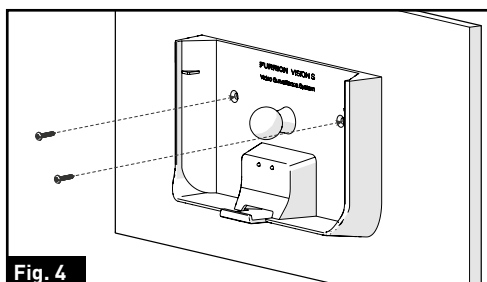

Fig. 4
- Fixez le support de montage sur la paroi du véhicule à l'aide des 2 vis autotaraudeuses fournies. (Fig. 4)